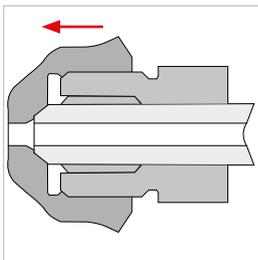

Abbildung 3
- ▶ Verschrauben Sie das Rohr mit einer Druckschraube oder anderen Komponente (*Abbildung 3*). **Hinweis:** Im *Kapitel 10.3 Passende Komponenten und Anzugsdrehmomente auf Seite 47* werden die zusammenpassenden Maße aufgelistet